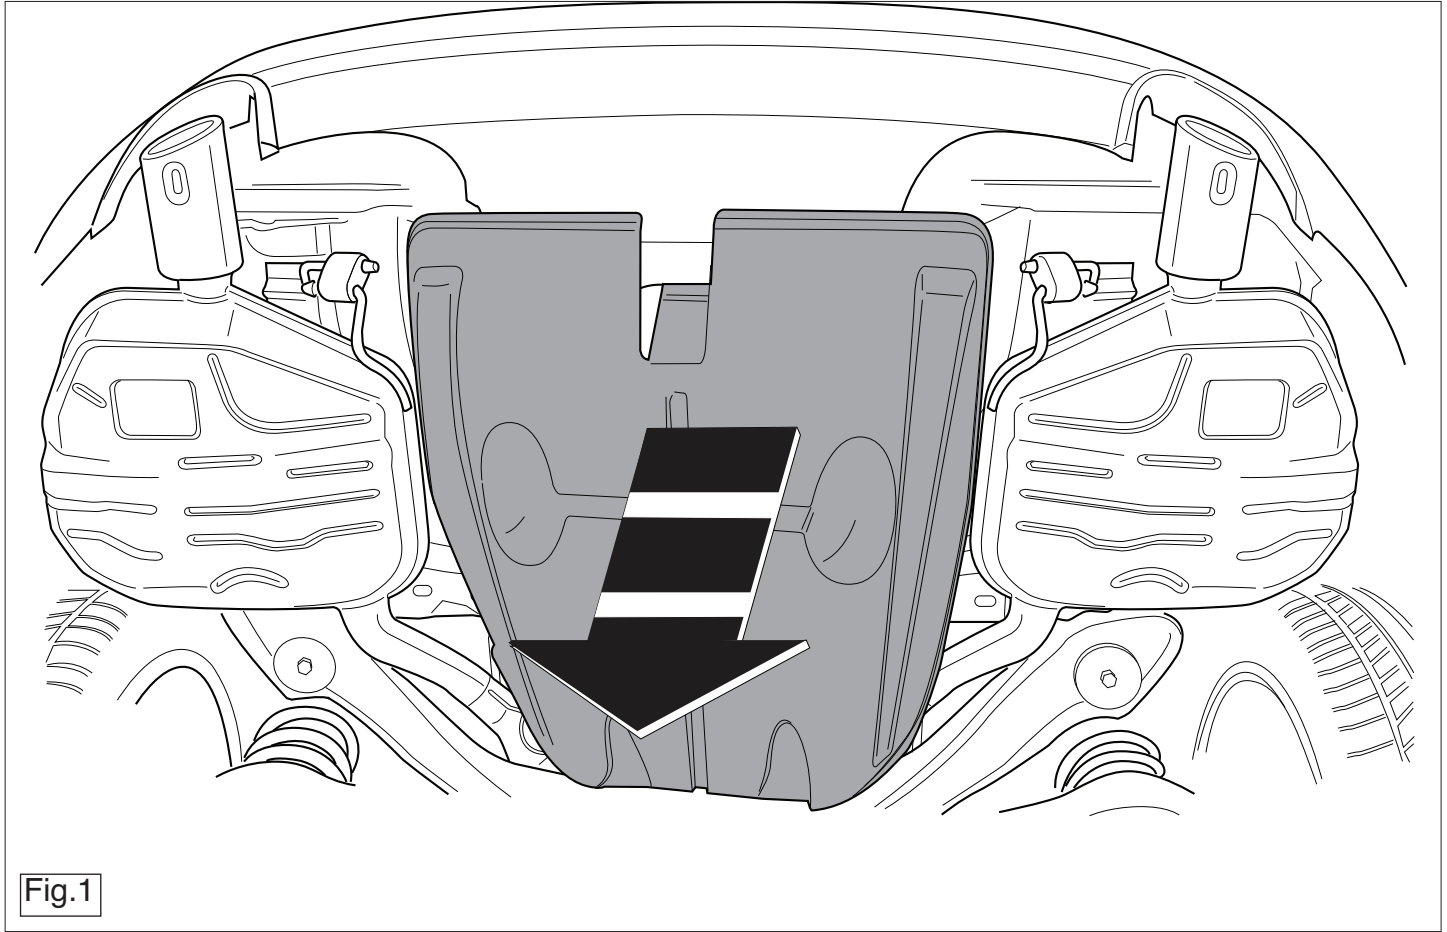

Fig.1
1. Снять, если имеются, пластмассовую закрывающую пластину снизу в середине. См. рисунок 1..